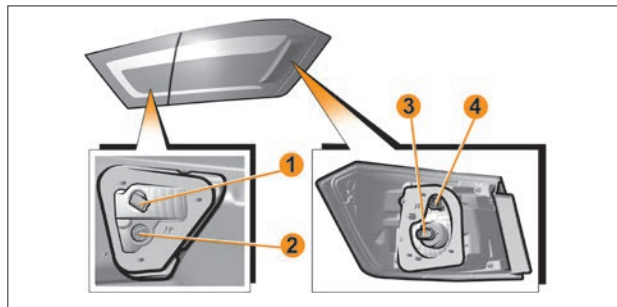

Рис. 12. Задние фонари
Для замены лампы света заднего хода **1** (рис. 12) необходимо:
- преодолевая сопротивление держателей, отогнуть обивку крышки багажника для доступа к патрону-разъему **1** (рис. 12). Во избежении повреждения обивки, отгибание производить на величину не более 7–8 см;
- повернуть патрон-разъем **1** (рис. 12) против часовой стрелки и вынуть его из посадочного места в сборе с лампой;
Для замены лампы габаритного огня **2** (рис. 12) необходимо: